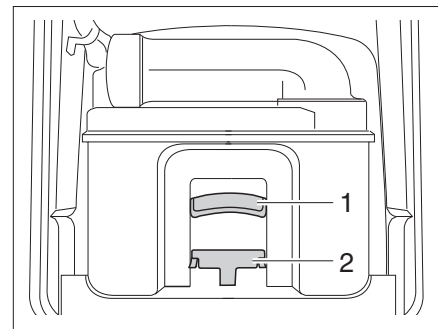

Fig. 283 Cassette Thetford
- Empujar el estribo de sujeción (Fig. 283,2) hacia delante para desbloquear el inodoro cassette y extraer el cassette con el tirador (Fig. 283,1).